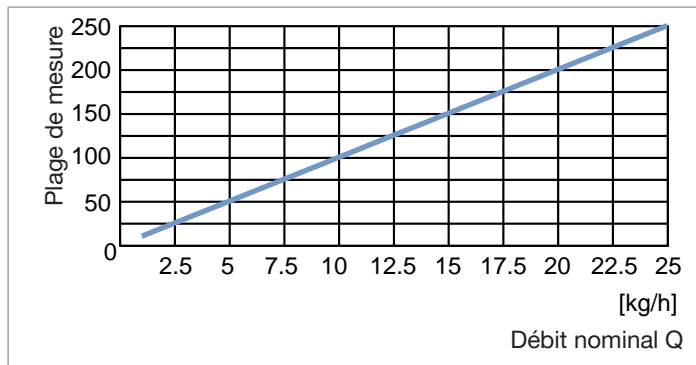

Fig. 6: MFM : plage de mesure en fonction du débit nominal
• Plage de mesure maximum	• 1:250. La plage de mesure se définit comme le rapport entre $Q_{nominal}$ du produit et Q_{min} . $Q_{min} = 0,1$ kg/h. Se reporter à la Fig. 6.